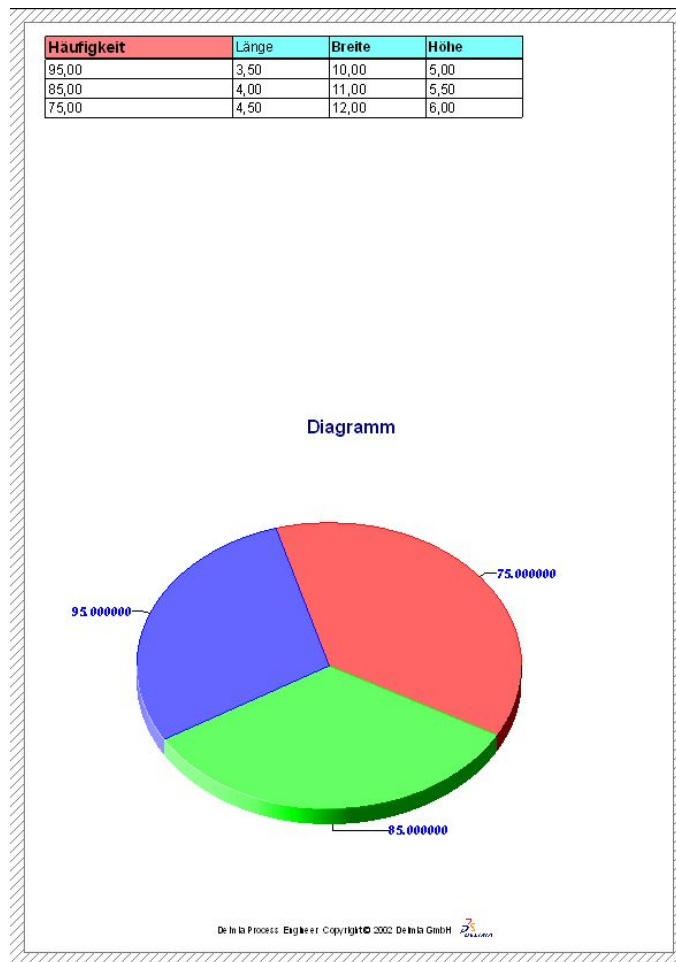

Abbildung 79: Beispiel eines Tortendiagramms
- Speichern Sie nun Ihr Druckobjekt und kehren zurück zum DELMIA Process Engineer®. Ihr Ausdruck sollte nun ähnlich wie in Abbildung 79 dargestellt aussehen.